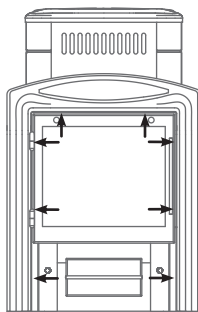

Рисунок 7. Место установки саморезов.
1. открутить саморезы 8 шт., которыми прикрепляется дверца с рамкой к топливному каналу и снять ее; (см. рисунок 7)